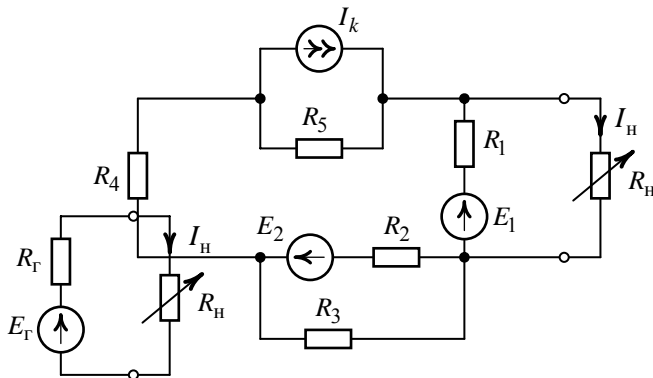
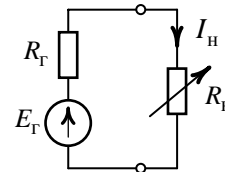

Рис. 8.5
Рис. 8.6
Для цепи (рис. 8.5) определить ток в линейном резисторе R_H при условии потребления в нем максимальной мощности, определить максимально возможную мощность $P_{H\max}$ и построить зависимость $P_H = f(R_H)$. Известно: $E_1 = 25 \text{ В}$, $E_2 = 240 \text{ В}$, $I_k = 1 \text{ А}$, $R_1 = 200 \text{ Ом}$, $R_2 = 30 \text{ Ом}$, $R_3 = 60 \text{ Ом}$, $R_4 = 100 \text{ Ом}$, $R_5 = 80 \text{ Ом}$.
1. Применим теорему об эквивалентном генераторе к схеме рис. 8.5 и рассчитаем ток I_H в указанной ветви в соответствии с приведенной схемой (рис. 8.6):